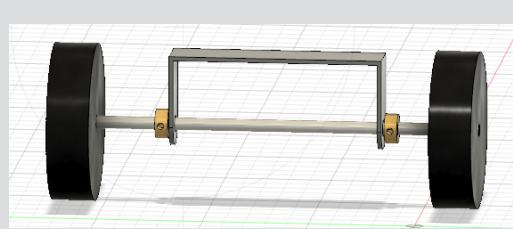

Abb. 5: Gelochter Metallbügel als Achsenhalterung
5. Eine Achsenhalterung mit Achse bestücken, Stellringe und Räder an der Achse befestigen. Es gibt verschiedene Optionen, aber (siehe Müllwandler) die Lösung mit gelochtem Metallbügel eignet sich in diesem Fall besonders gut (Abb. 5).